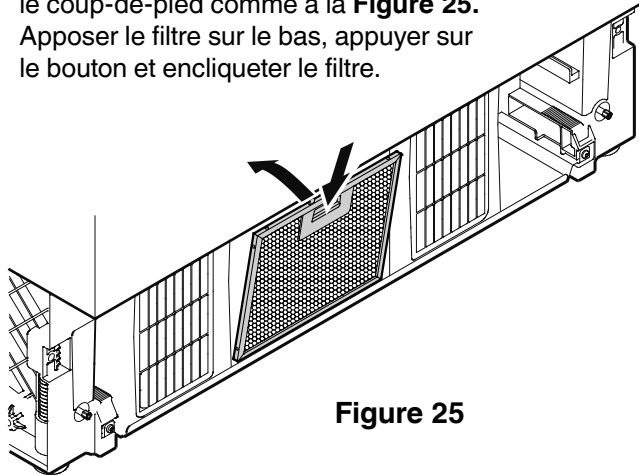

Figure 25
2. Ôter le film protecteur bleu du filtre à poussière fourni et insérer le filtre dans son emplacement dans le coup-de-pied comme à la **Figure 25**. Apposer le filtre sur le bas, appuyer sur le bouton et encliqueter le filtre.